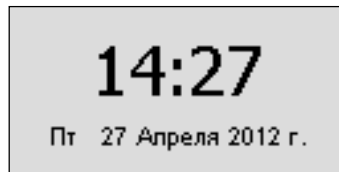

Рис. 4 Заставка на дисплее изделия
6.7. Подключить изделие к электросети. По окончании тестирования (приблизительно через 30 секунд) на дисплее появится изображение часов/календаря (см. Рис. 4). Это исходное состояние изделия.